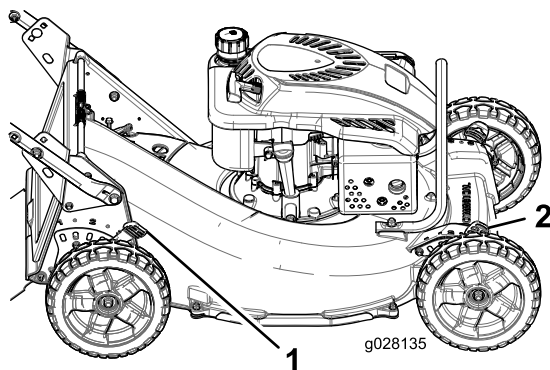

Figura 14
1. Tire de la palanca de altura de corte hacia la rueda (Figura 14) y muévala a la posición deseada.